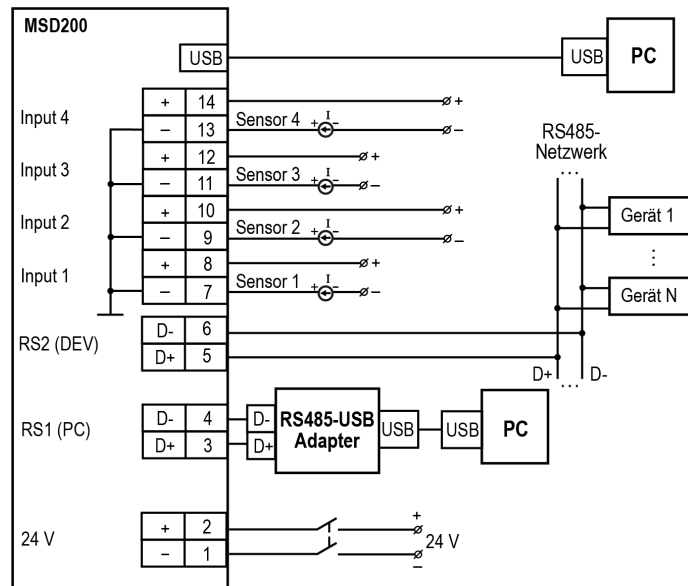

Abb. 3 Anschlussplan
2. Verdrahten Sie die externen Anschlüsse gemäß Abb. 3 mit steckbaren Klemmenblöcken (mitgeliefert).